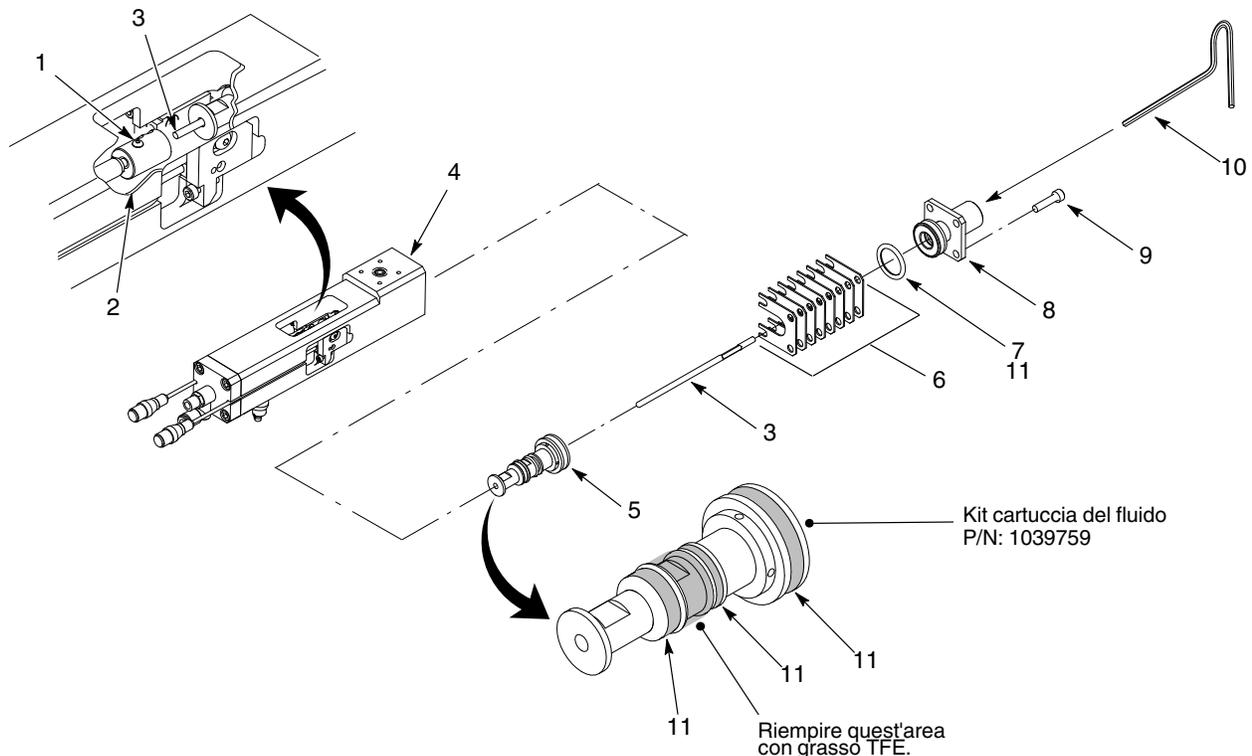

Figura 1 Sostituzione della cartuccia del fluido
1. Vedi figura 1. Svitare le viti del giunto (1).
2. Eseguire un ciclo della pistola per scollegare l'ago (3) dal giunto (2).
3. Utilizzando un cacciavite a punta piatta, spingere giù l'ago (3). Togliere l'ago dall'adattatore dell'ugello (8) usando la pinza ad ago.
4. Togliere le viti (9) che fissano l'adattatore dell'ugello (8) e i distanziatori (6) al corpo della pistola (4). Controllare se l'o-ring dell'ugello (7) è danneggiato e se necessario sostituirlo.
5. Rimuovere la cartuccia del fluido (5) dal corpo della pistola (4).
1. Vedi figura 1. Lubrificare le guarnizioni e l'area indicata sulla nuova cartuccia del fluido (5) con grasso TFE (11). Inserire la cartuccia del filtro nel corpo della pistola (4).
2. Applicare composto frenafili sulle viti (9). Lubrificare l'o-ring (7) con grasso TFE (11).
3. Montare i distanziatori (6) e l'ugello (8) usando le viti (9). Stringere le viti a $9.7 \times \pm 1$ ft-lb (13.2 ± 1.3 N•m).
4. Inserire con cautela l'ago (3) attraverso l'ugello (8). Usando una chiave esagonale di diametro piccolo (10) spingere l'ago finché tocca il fondo del giunto (2).
5. Stringere le viti del giunto (1) a 7 in.-lb (0.75 N•m).